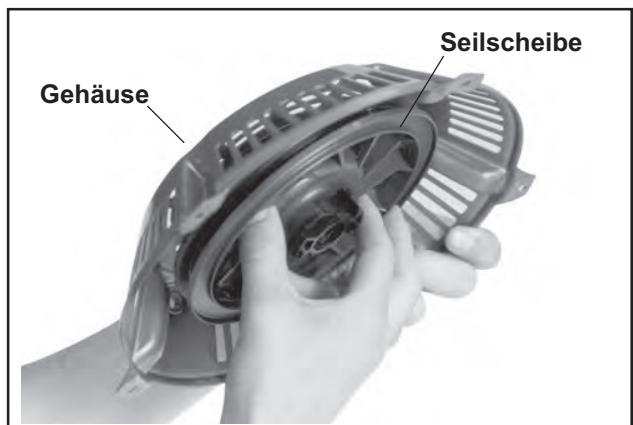

Abbildung 7-6. Entfernung der Seilscheibe aus dem Gehäuse.
7. Die Seilscheibe leicht von einer Seite auf die andere drehen und vorsichtig aus dem Gehäuse entnehmen. Siehe Abbildung 7-6.